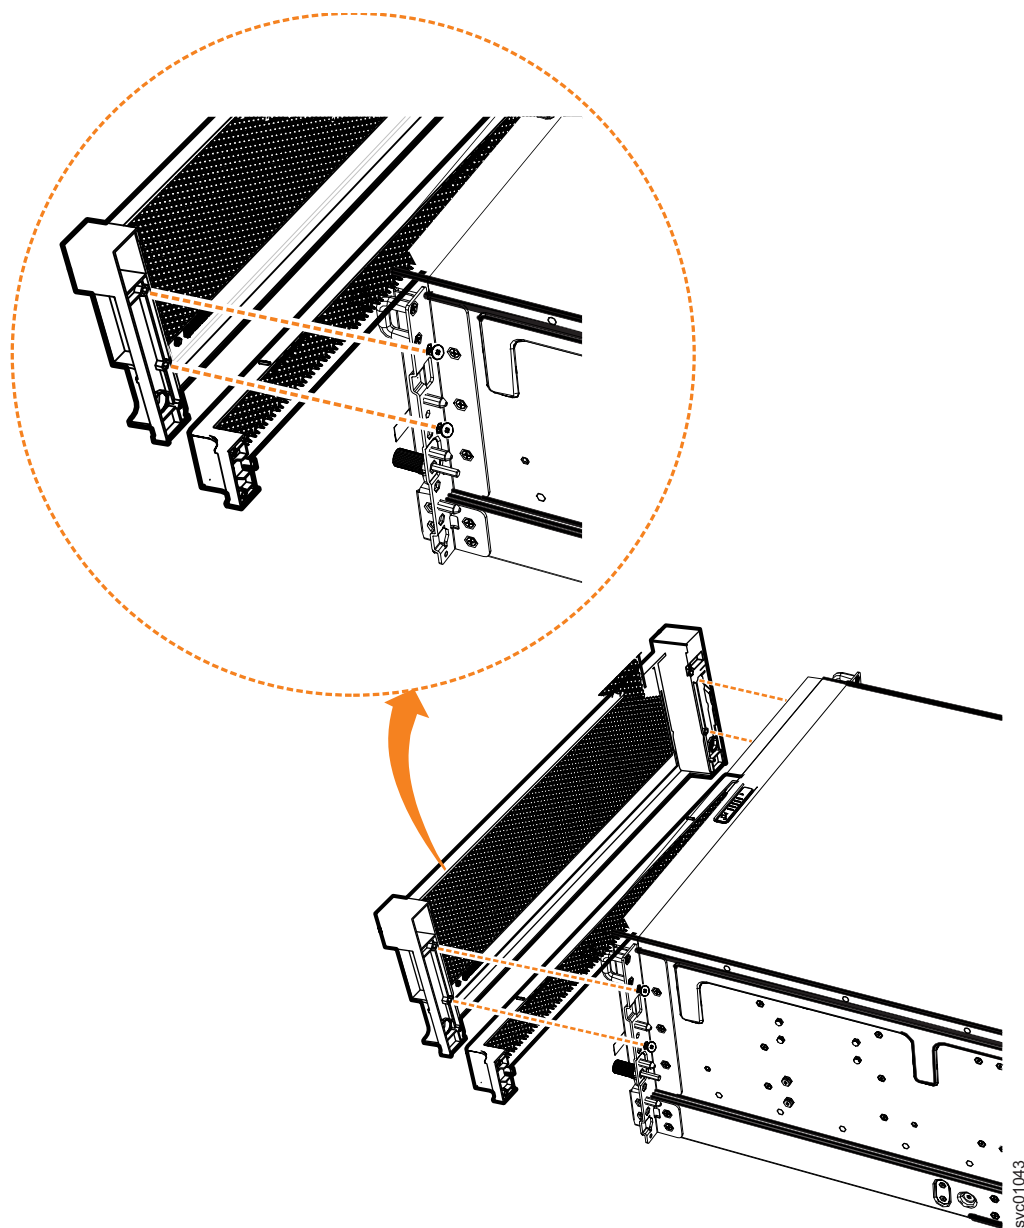

図 81. 拡張エンクロージャーの鼻隠しコンポーネントの再取り付け
2. つまみねじが両側の穴に通るように、前面 4U 鼻隠しをエンクロージャーの位置に正しく合わせます。95 ページの図 81 に示すように、このアクションにより、鼻隠しの背面のねじ穴がエンクロージャーの前面フランジのねじ穴の位置に正しく合わされます。
4. 電源機構装置 (PSU) を覆う下段 1U 鼻隠しを再取り付けします。図 81 に示すように、鼻隠しをエンクロージャーの位置に正しく合わせ、シャーシの所定の位置にカチッと収まるまで慎重に押します。